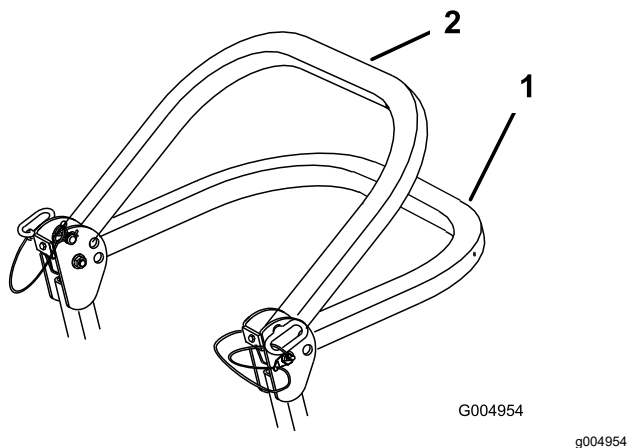

Figura 10
2. Baixe por completo a barra de segurança (Figura 10).
- Nota:** Há 2 posições em baixo; consulte Figura 10.